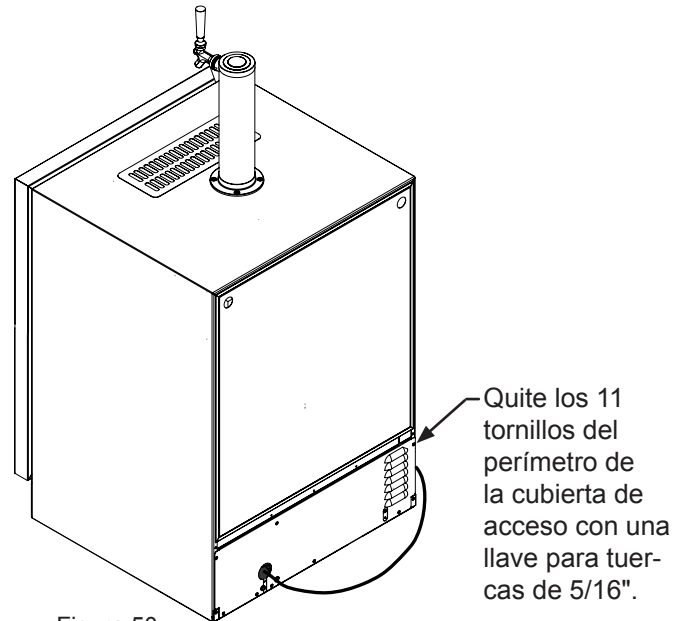

Figura 50
14. Quite la cubierta de acceso posterior (vea la Figura 50) y limpie la suciedad y desperdicios del compartimiento de la máquina mediante un cepillo y una aspiradora.